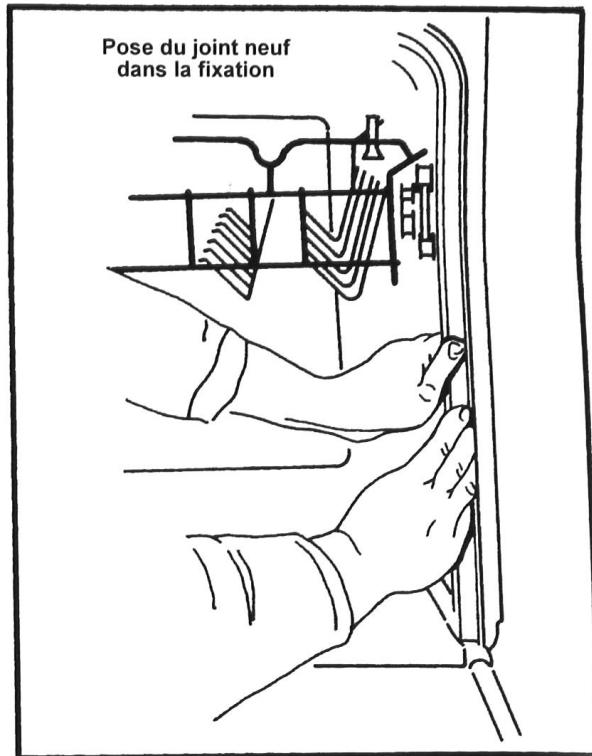

Figure 8
2. Pousser le joint dans la fixation en commençant du côté de la patte du centre de la fixation et en se déplaçant vers le bas de chaque côté. Voir la Figure 8.